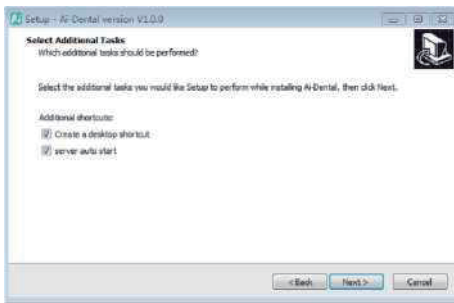

Figure 6
e) Définissez s'il faut créer un raccourci sur le bureau et démarrer automatiquement le serveur, cliquez sur le bouton «Suivant» une fois terminé, comme illustré à la figure 6: